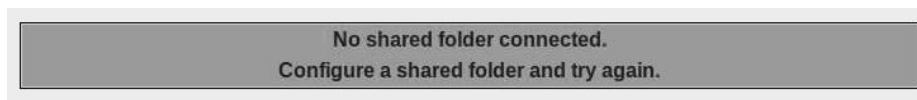

Fig. 75 – Settings / Backup: shared folder non connessa
- Il frame inferiore permette di effettuare il backup/restore dalla shared folder configurata precedentemente. Il frame mostra lo stato della connessione della shared folder e il suo percorso di rete, se connessa. Se la shared folder non è configurata correttamente, verrà mostrato il messaggio in Fig. 75 ed il frame inferiore sarà disabilitato. Il pulsante **Start Backup** in questo frame permette di avviare un backup salvando i dati nella shared folder remota.